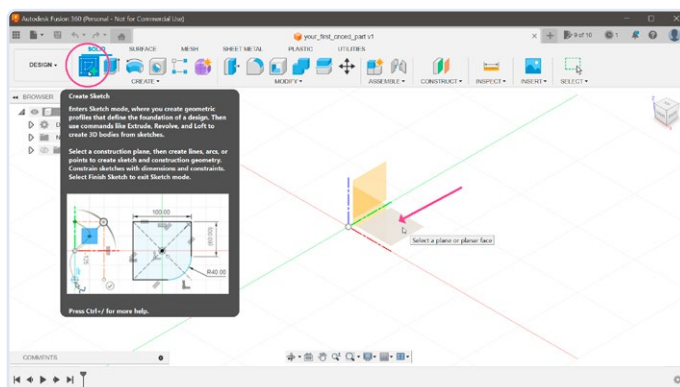

Figure 1. Premières étapes dans le placement de votre Sketch.
1. La première étape dans la création de n'importe quel modèle 3D est de commencer par un dessin 2D appelé Sketch (**figure 1**). Dans Fusion 360, cliquez sur le bouton **Create Sketch** dans la barre d'outils et sélectionnez un plan sur lequel vous allez placer le dessin. Comme notre boîtier sera extrudé de bas en haut, il est logique de placer le dessin en bas du plan dans l'espace 3D.